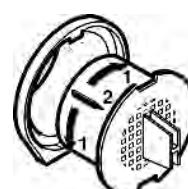

Fig. 23
- Поверните фильтр с активированным углем на 90° вправо или влево Fig. 23 (1).
- Извлеките Fig. 23 (2) фильтр с активированным углем.
- Поверните новый фильтр с активированным углем на 90° вправо или влево Fig. 23 (1) до защелкивания фиксатора.